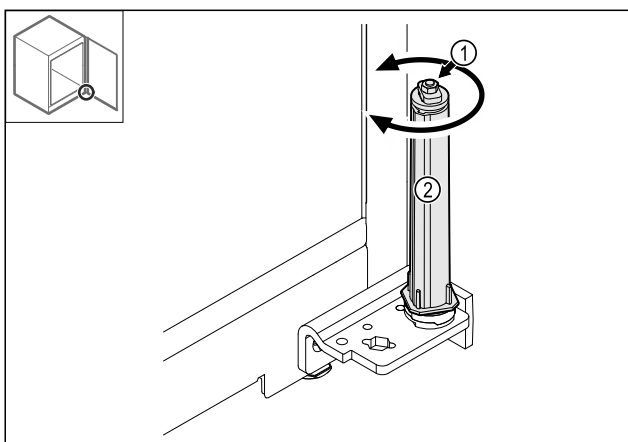

Fig. 41
- Neizjauciet slēgšanas sistēmas skrūsvienojumu Fig. 41 (1).
- Pagrieziet slēgšanas sistēmu Fig. 41 (2), līdz tā noklikšķ.